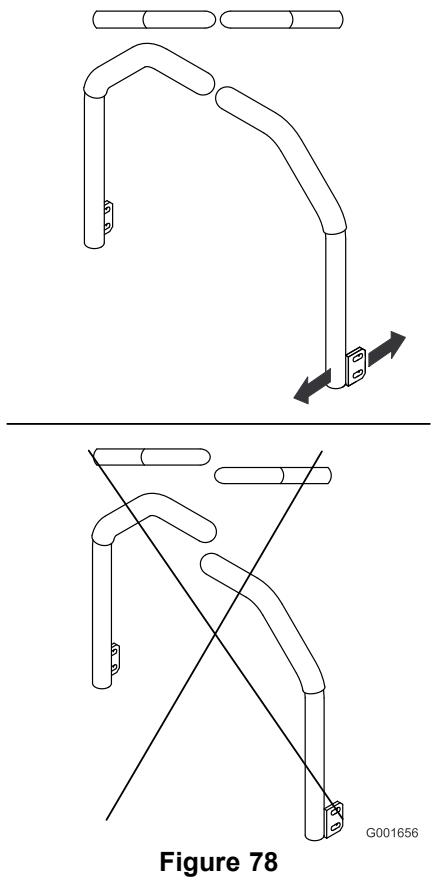

Figure 78
- Réglez les leviers de commande de sorte à les aligner (Figure 78) et serrez les boulons de fixation des leviers aux montants.